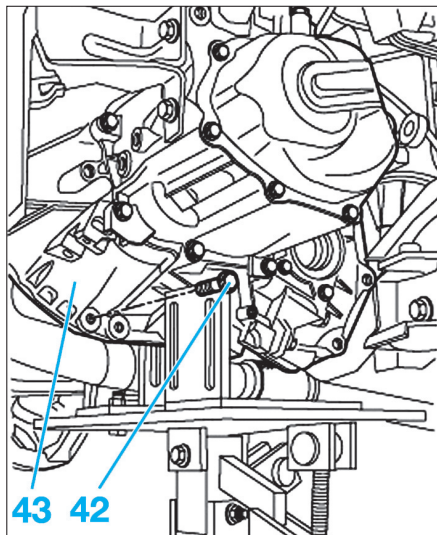

Fig. 38
• Déposer les vis de fixation (42) et enlever la boîte de son logement (43) (Fig.38).